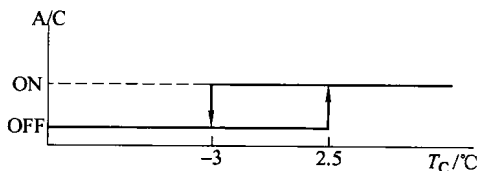

图 1-11 压缩机控制(空调基本控制)
(1) 基本控制。空调电脑根据A/C开关、车内温度、车外温度、设定温度,自动决定压缩机是否工作,一般低于 2.5°C 不工作,如图1-11所示。